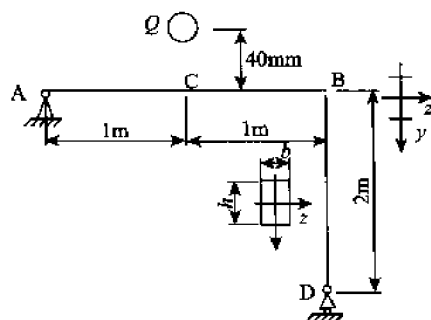

图 13-31
3. 平面结构如图 13-31 所示,重物 $Q = 10\text{kN}$,从距离梁 40mm 的高度自由下落至 AB 梁中点 C,梁 AB 为工字形截面, $I_x = 15760 \times 10^{-8}\text{m}^4$,杆 BD 两端为球形铰支座,采用 $b = 5\text{cm}$, $h = 12\text{cm}$ 的矩形截面。梁与杆的材料相同, $E = 200\text{GPa}$, $\sigma_p = 200\text{MPa}$, $\sigma_s = 235\text{MPa}$, $\sigma = 304\text{MPa}$,